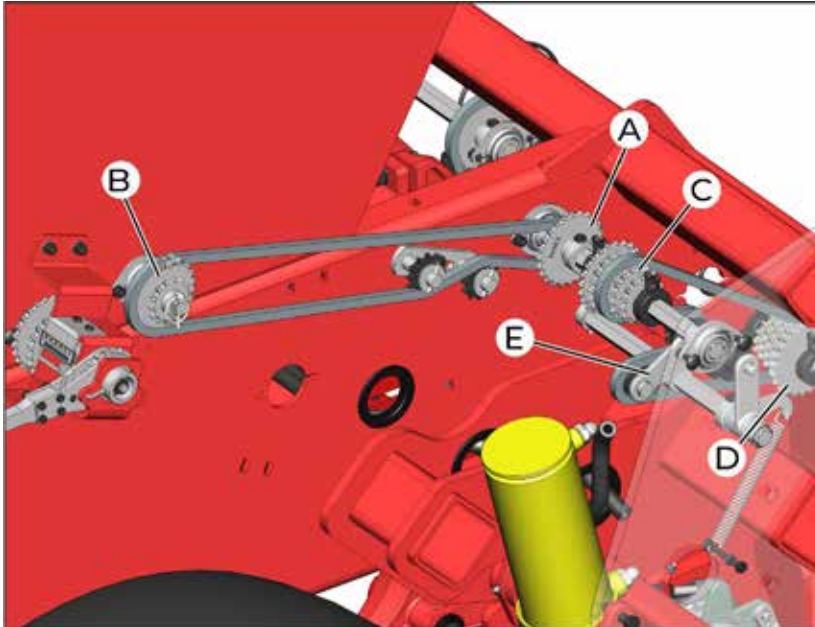
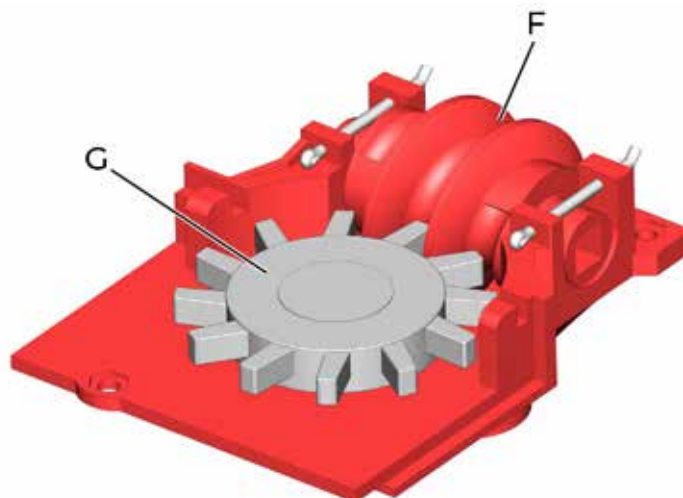

fig. 16
fig. 17
A regulagem da quantidade de fertilizante em Kg/ha é realizada através do intercâmbio de rodas dentadas motrizes (A) (fig.16) e rodas dentadas movidas (B), do “pinheirinho” movido (C) e motriz(D), sendo que o fertilizante é deslocado através do rotor (G) (fig. 17).
A distribuição do adubo é realizada por meio da caixa dosadora do adubo, através de condutores helicoidais (rotores F) (fig. 17).